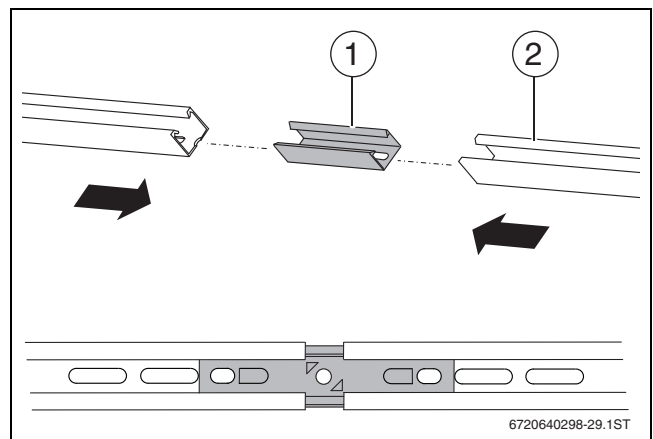

Bild 42
- Profilschienen verbinden (→ Bild 42).